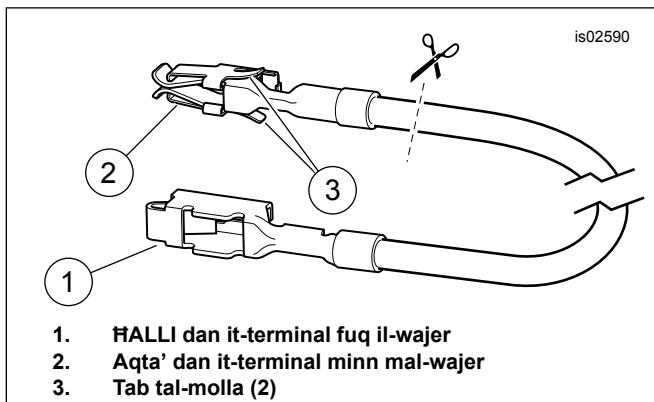

Figura 6. Wajer tal-Adapter tal-Blokka tal-Fjus
4. Oħroġ il-wajer oranġjo/abjad tal-adapter tal-fuse block (10) minn ġol-kit. Innota t-terminal fuq kull tarf (ara Figura 6. It-terminal **MINGHAJR it-tabs tal-molla** biss jidhrol fil-kavità tal-fjus. Aqta' b'attenzjoni t-terminal **LI GĦANDU** t-tabs tal-molla minn mal-wajer u armih.